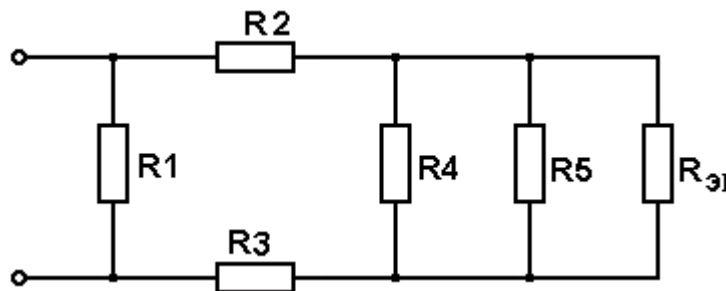

Рисунок 1.13
2. Резистивные элементы R_4 и R_5 и участок цепи с элементами R_6 , R_7 , R_8 соединены параллельно (Рисунок1.13). Эти элементы образуют 2-ой участок цепи. Эквивалентная проводимость данного участка